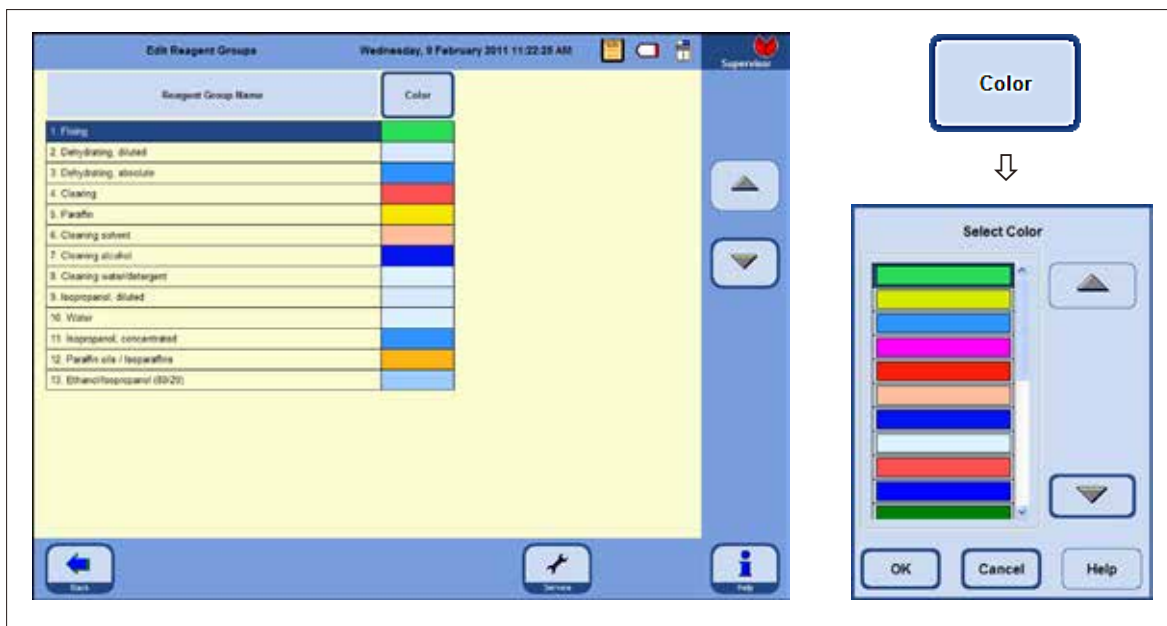

Fig. 148
În fereastra **EDIT REAGENT GROUPS** (Editare grupe de reactivi) (Fig. 148), puteți selecta culorile care vor fi utilizate pentru fiecare grupă de reactivi din afișajul programului.
- Apăsați butonul **COLOR** (CULOARE) din antetul tabelului; apare fereastra **SELECT COLOR** (SELECTARE CULOARE) (Fig. 148).